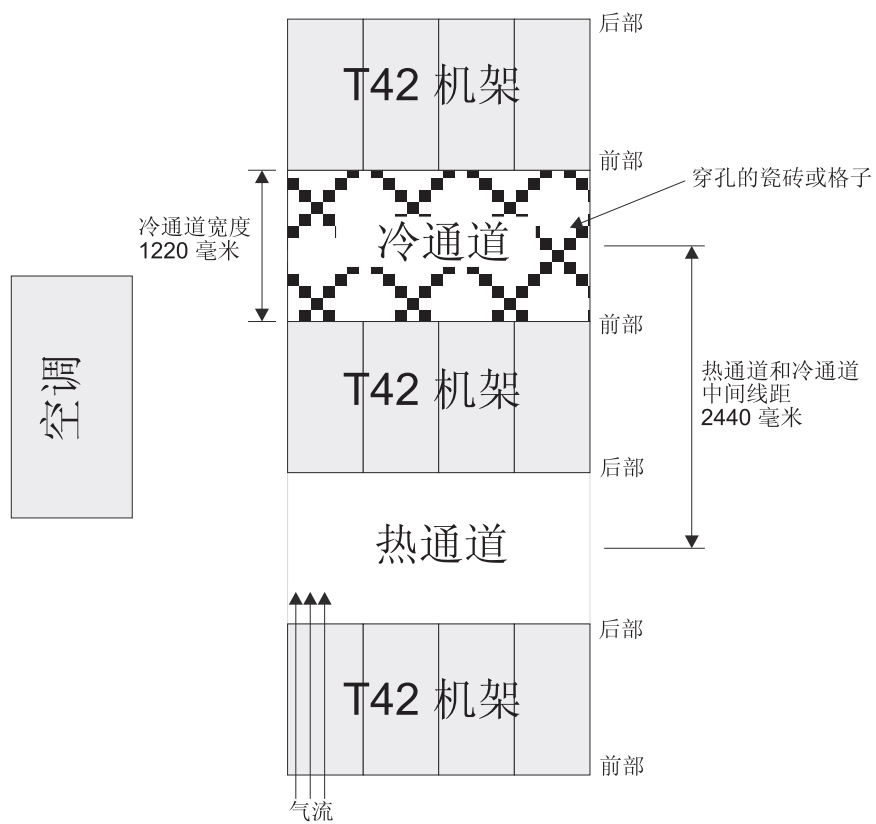

图 15. 冷通道/热通道机架配置示例
- 空气从机架前部进入，后部流出。为防止流出机架的空气进入其他设备的进风口，必须将机架隔排放置并且前部与前部相对，后部与后部相对。这种排列方式被称为**冷通道/热通道**，如第 23 页的图 15 中所示。